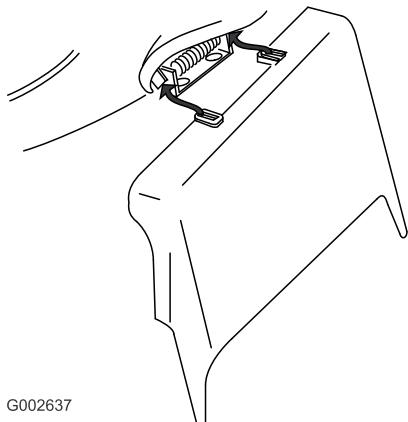

Figure 37
- Montez l'éjecteur latéral et rabatbez le volet sur l'éjecteur (Figure 37).